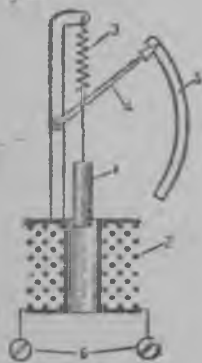
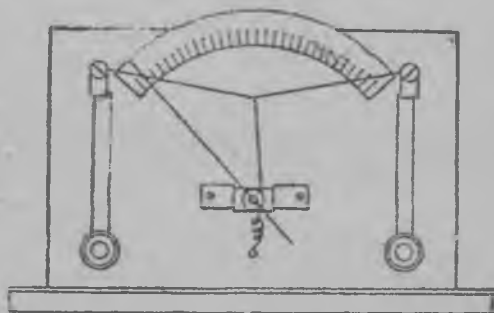
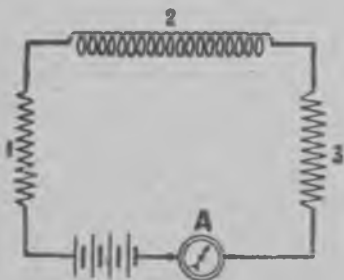

Рис. 52. Амперметр ан уст-ройстван схема
Рис. 53. Тепловойн амперметр ан схема.
Рис. 54. Амперметр ас включичиндä цеппих.
42. Амперметра. Ёга керда определяйя токан сила, катодал керāудунӯи хобиэн мугах он неудобно и знāммис случайлойс, куй токка мууттелех, эй вой определиэ. Токан силан миāриймизекси применяйях специальнойда приборуа — амперметра. Эрāхис амперметройс катушках, кудама мӯō маткуау токка ведāудуу рауда сердечникка (рис. 52). Мидā сӯвембāх ведāудуу раудане сердечникка, сидā знāммāн киāндӯу сен ке сивотту стрелка. Тойзис системойс хиэноне проволока, кудама он кахтен столбикан кескес, лāмбиэу токал. Лāммитес проволока питкенӯу, минтāх кийнитеттӯ амперметран стрелка лийккуу (рис. 53). Техникас применяйях амперметройн эрилайзиэ устройстой. Эниммис случайлойс амперметройс улгуода эй нāу куй стрелка и шкала. Шкала озуттау амперат и сен долят. Схемойс амперметра изображайях знакал — (1). Амперметран пидāу учитывайя кай цеппиэ мӯбте маткуая токка, и се включитах цеппих сих луадух, чтобы цепин кай токка маткуас сен лаби (рис. 54).